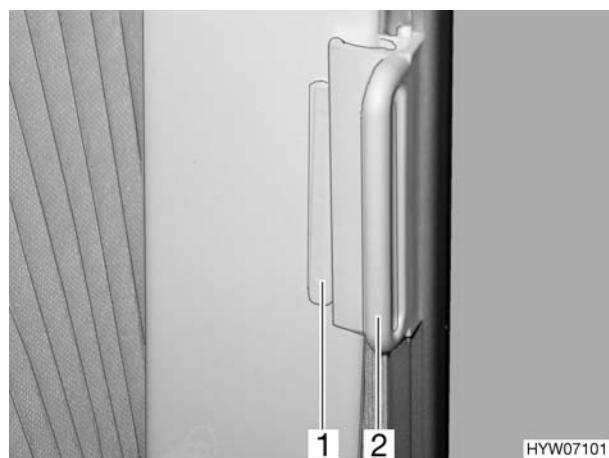

Fig. 58 Tendina oscurante pieghevole, aperta
- Aprire le tendine oscuranti pieghevoli per il finestrino del guidatore e del passeggero e spingerle nell'impugnatura della guida degli oscuranti (Fig. 58,2) sul sopralzo (Fig. 58,1).